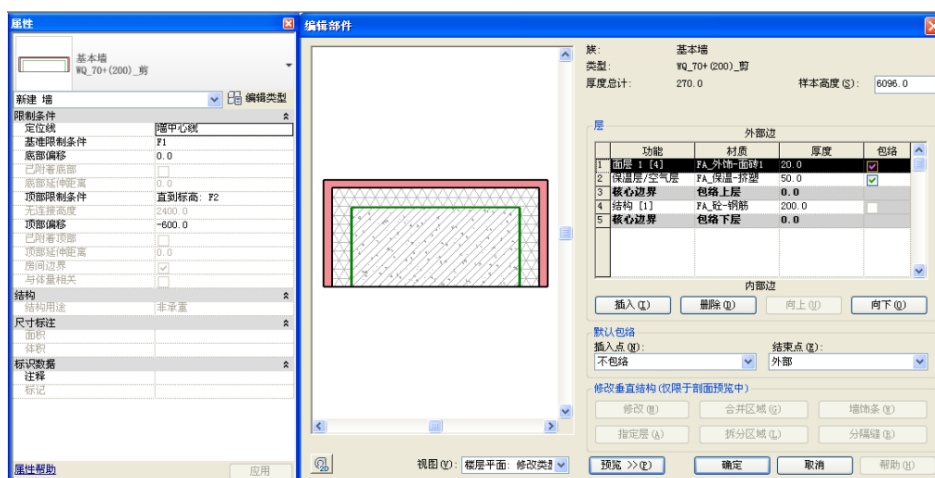

图 6-7
- 6) 选择“WQ\_70+(200)\_剪”使用上述方法,修改其“属性”中调整顶部偏移为“-600”(如图 6-7 所示)。